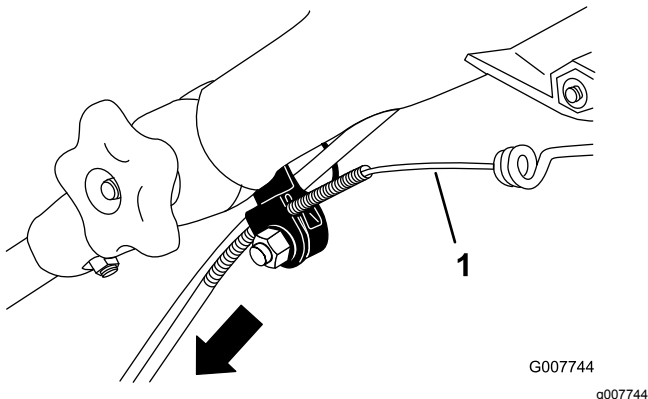

Figure 23
3. Tirez la gaine du câble vers le bas jusqu'à ce qu'il n'y ait plus de mou dans le câble exposé (Figure 23).